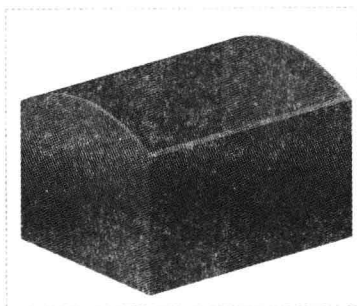

图 8-8 图形文件
Step 01 按【Ctrl+O】组合键，打开图形文件，如图 8-8 所示。